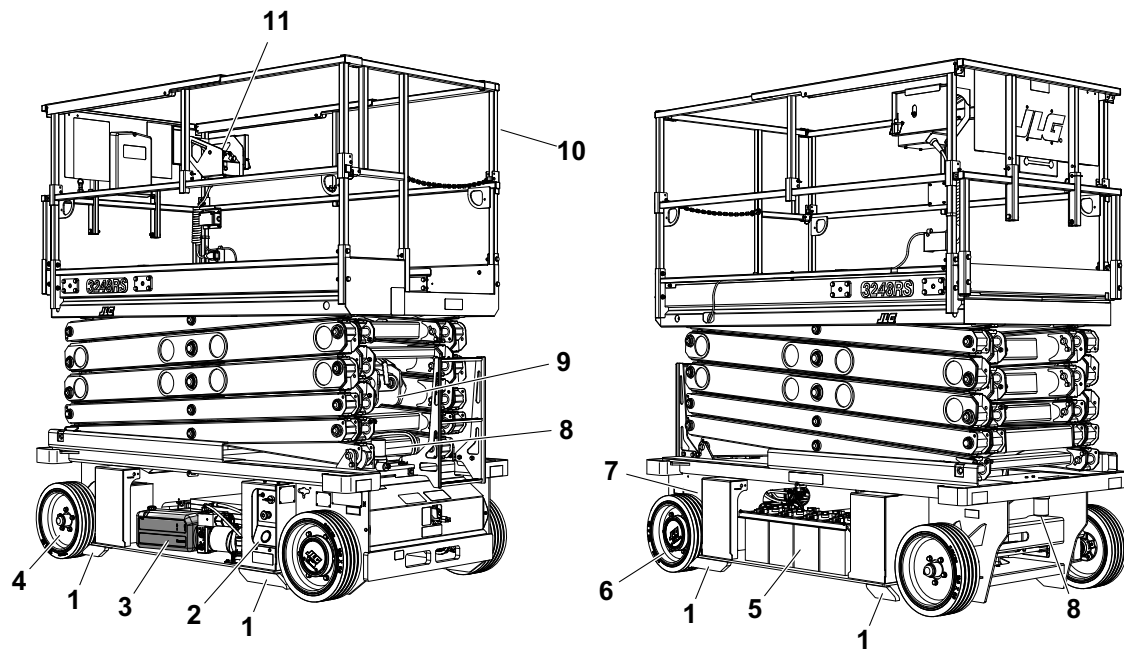

图 2-1. 日常巡视检查（侧盖已卸下）- 所有设备
5. 巡视检查 – 参看第 2-7 页的图 2-1.
从项目 1 的“巡视检查”开始，参见第 2- 7 页的图 2-1.。按下面对照列表列出的顺序继续检查每个项目。